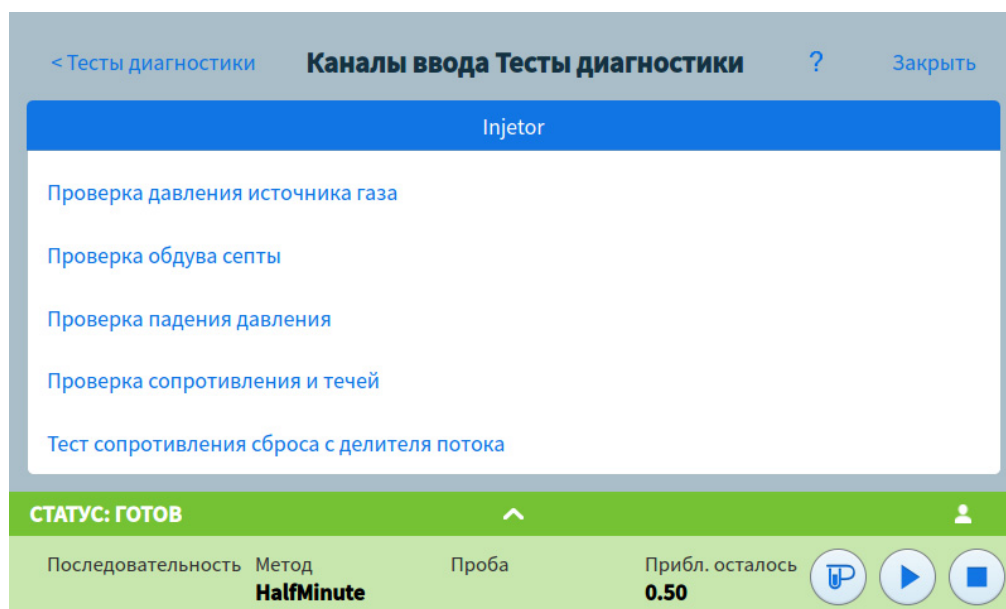

Рис. 25 Страница диагностических проверок каналов ввода
- 3 Выберите необходимый элемент: **Каналы ввода** или **Детекторы**. Откроется соответствующая страница. Например, при выборе **Каналы ввода** откроется страница диагностических проверок каналов ввода. См. Рис. 25.